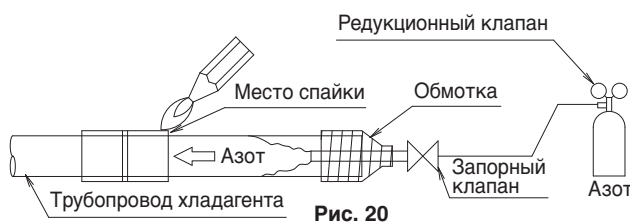

Рис. 20
- * Перед пайкой трубопровода для хладагента дождитесь, пока азот вытеснит из него воздух. Затем выполните запаивание (ПРИМЕЧАНИЕ 2). (См. рис. 20) После завершения работы по запаиванию, выполните соединение развальцовки с блоком.